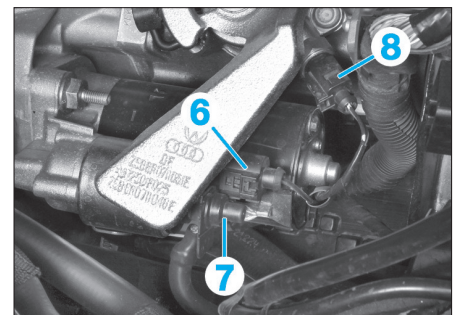

FIG. 7
- le connecteur (6) du démarreur (Fig.7),